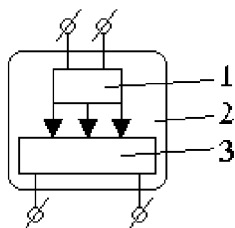

Рисунок 2.18 - Оptron с закрытым оптическим каналом.
1. Оптроны с закрытым оптическим каналом (рисунок 2.18).